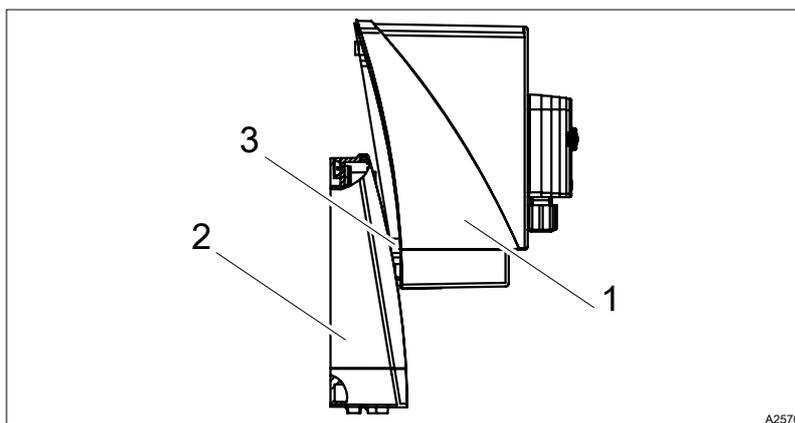

Fig. 8: Posizione di parcheggio
3. ➤ Spingere la sezione superiore dell'alloggiamento con le linguette laterali negli attacchi della sezione posteriore (posizione di parcheggio), Fig. 8.